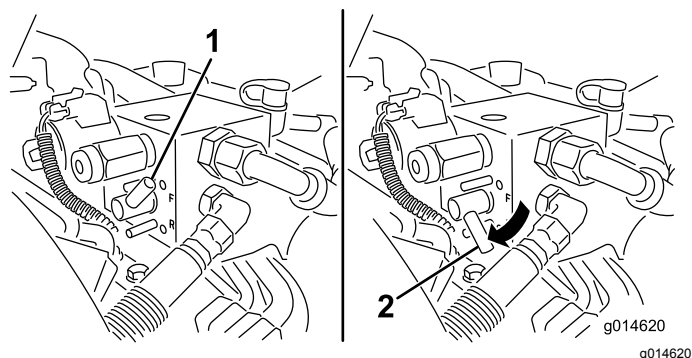

Figure 51
5. Tournez le levier de rodage à la position de rotation ARRIÈRE (R) (Figure 51).